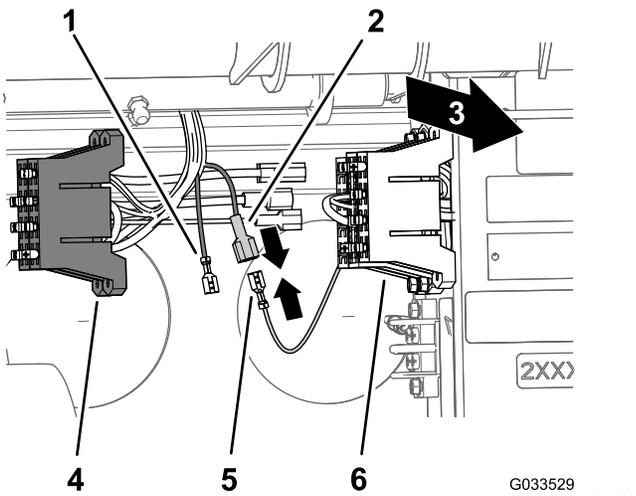

Figure 23
2. Localisez la borne femelle non isolée au bout du câble jaune libre du porte-fusibles de la machine et la borne mâle isolée au bout du câble jaune optionnel du porte-fusibles du câblage du pulvérisateur (Figure 23).
3. Branchez la borne femelle non isolée du porte-fusibles de la machine à la borne mâle isolée du porte-fusibles du câblage du pulvérisateur (Figure 23).